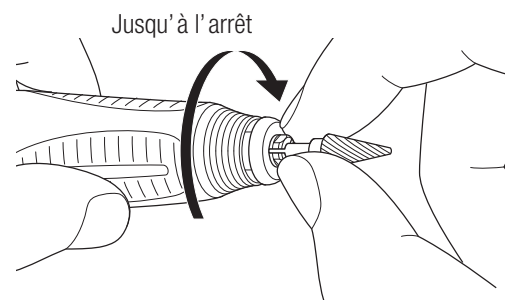

Fig. 10
- 3) Tournez le mandrin dans le sens des aiguilles d'une montre avec votre doigt jusqu'à ce qu'il s'arrête (Fig. 10). Puis verrouillez la bague de verrouillage de la fraise pour maintenir fermement la fraise.